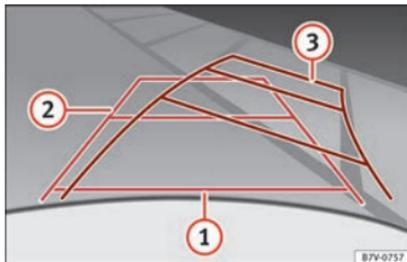

Fig. 216 Visor: linhas de orientação do espaço para estacionar atrás do veículo.
Significado das linhas de orientação projetadas no ecrã » **Fig. 216**. Todos os comprimentos das linhas de orientação têm como referência um veículo situado sobre uma superfície horizontal.
- Circule de marcha-atrás lentamente e rode o volante de modo a que as linhas amarelas de orientação o guiem até ao espaço » **Fig. 216** 3.